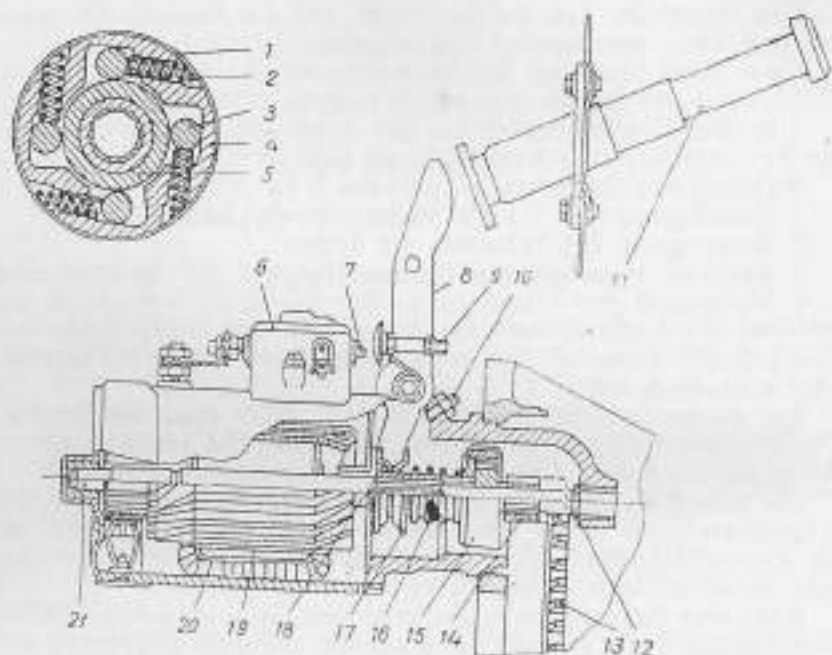

Abb. 40 Anlasser
1. In ausgerücktem Zustand muß zwischen Ritzel 14 (Abb. 40) und Druckscheibe 12 ein Abstand von 1,0—2,5 mm vorhanden sein. Dieser Abstand wird mittels Schraube 10 eingestellt.